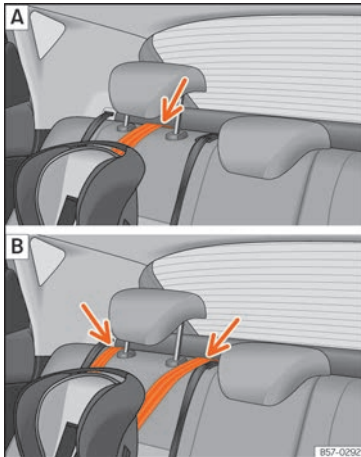

Abb. 41 Befestigungsgurt: korrekte Einstellung und korrekter Einbau
- Führen Sie den Gurt unter der Kopfstütze des Rücksitzes durch »» **Abb. 41** (in Abhängigkeit der Gebrauchsanweisungen des Kindersitzes ggf. Kopfstütze anheben oder entfernen).